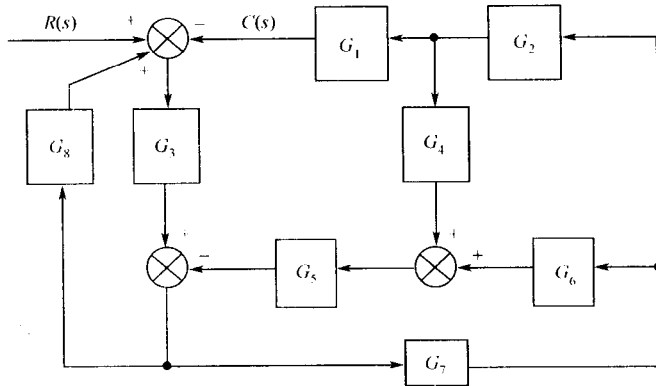

图 2-9 试题 1 框图
1. 系统框图见图 2-9, 求 $\frac{C(s)}{R(s)}$ 。